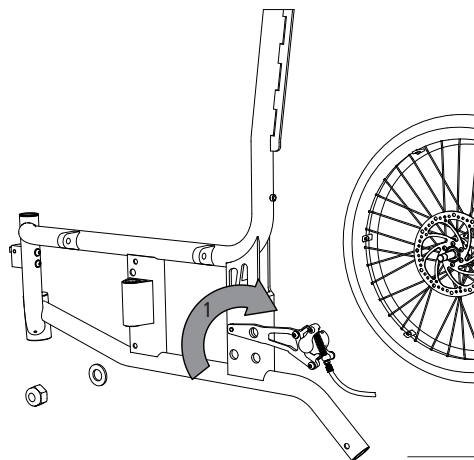

Abb. 46
1. Wenn optional eine Begleitpersonenbremse montiert ist, dann lösen Sie die Bremszüge der Scheibenbremse auf beiden Seiten vollständig und ziehen Sie den Bremszug heraus (1, Abb. 46).